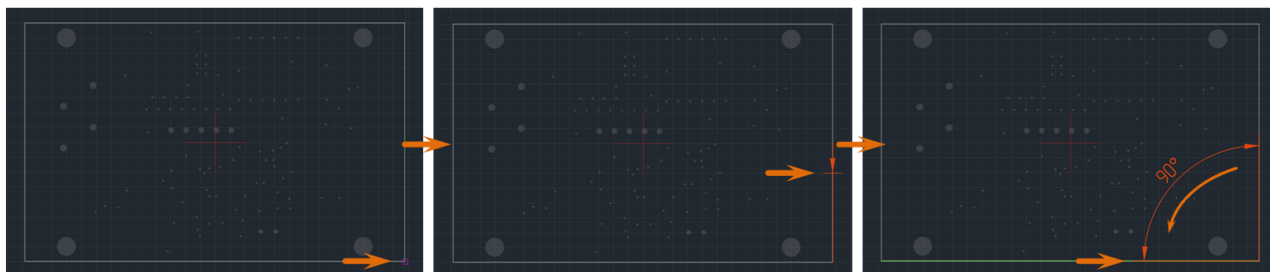

Рис. 268 Размещение угловой размерной линии
4. Определите положение первой выносной линии, переместите курсор, определяя положение второй выносной линии, см. Рис. 268. Установите длину и направление выносных линий, перемещая курсор. Возможный вид размерной линии будет отображаться на экране.